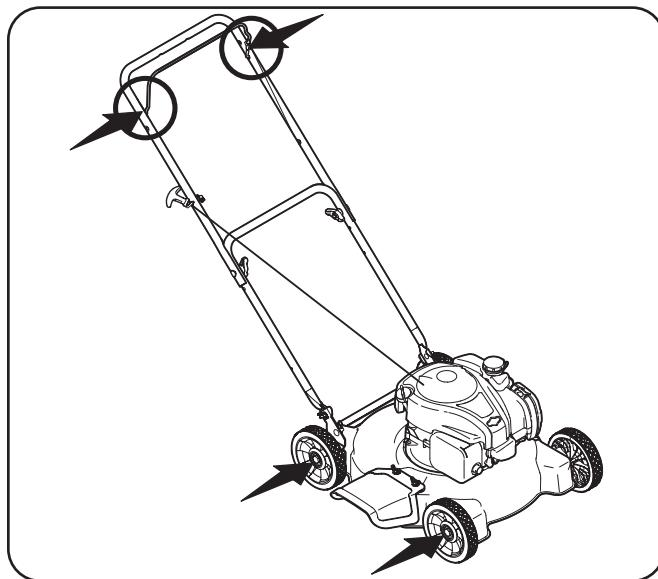

Figura 6-1
- Lubrique con aceite ligero los puntos de pivotaje del control de la cuchilla al menos una vez cada estación. El control debe funcionar libremente en ambas direcciones, Figura 6-1.
- Lubrique las ruedas por lo menos una vez por temporada con aceite ligero o aceite para motor. Sin embargo, si las ruedas se quitan por cualquier razón, debe lubricar la superficie del cerrojo de árbol y la superficie interna de la rueda con aceite ligero, Figura 6-1.